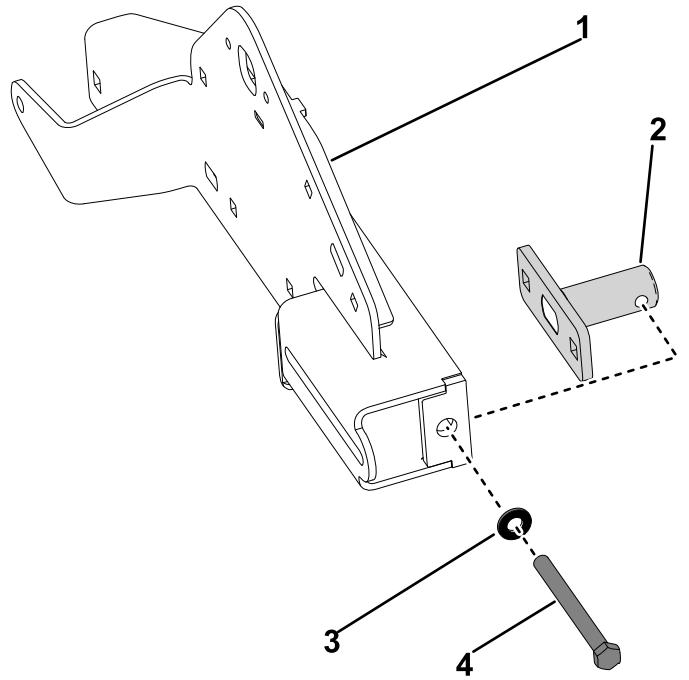

Figura 27
1. Instale el tensor en el nuevo conjunto de sujeción de la oruga y fíjelo provisionalmente con la arandela ($\frac{3}{8}$ ") y el tornillo ($\frac{3}{8}$ " x 4") que conservó (Figura 27).